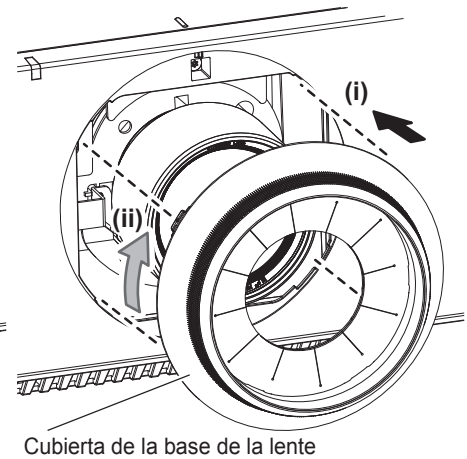

Figura 3
- 3) **Instale la cubierta de la base de la lente. (Figura 3)**